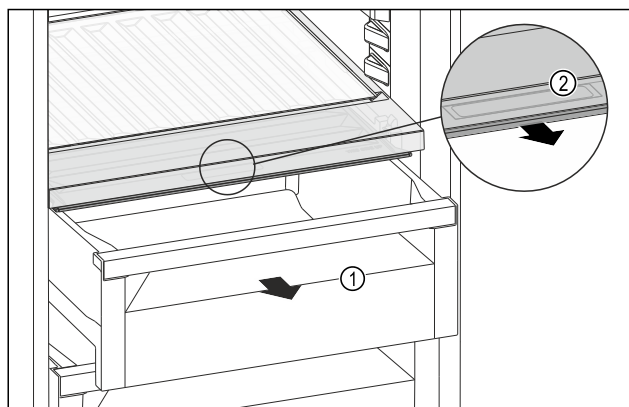

Fig. 177
- Tërhiqni jashtë sirtarin Fig. 177 (1).
- Kapni dorezën e futur Fig. 177 (2) në kapakun e ndarjes dhe në të njëjtën kohë tërhiqni përpara kapakun e ndarjes.